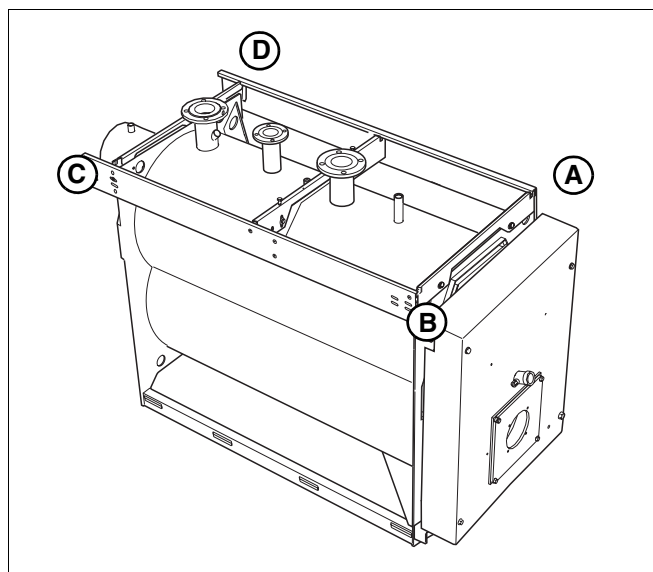

Fig. 18 Positionner les traverses latérales gauche et droite l'une par rapport à l'autre
- Positionner la diagonale des traverses latérales gauche et droite A par rapport à C et B par rapport à D (fig. 18). Si nécessaire, déplacer une traverse et visser par les trous longitudinaux.